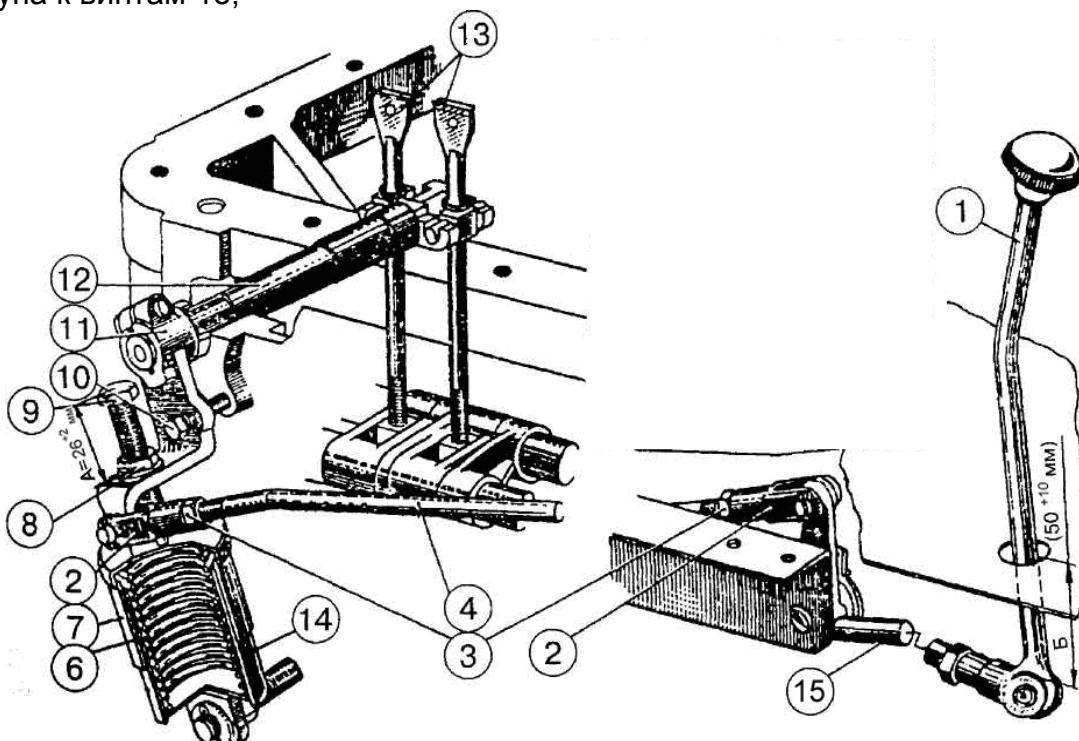
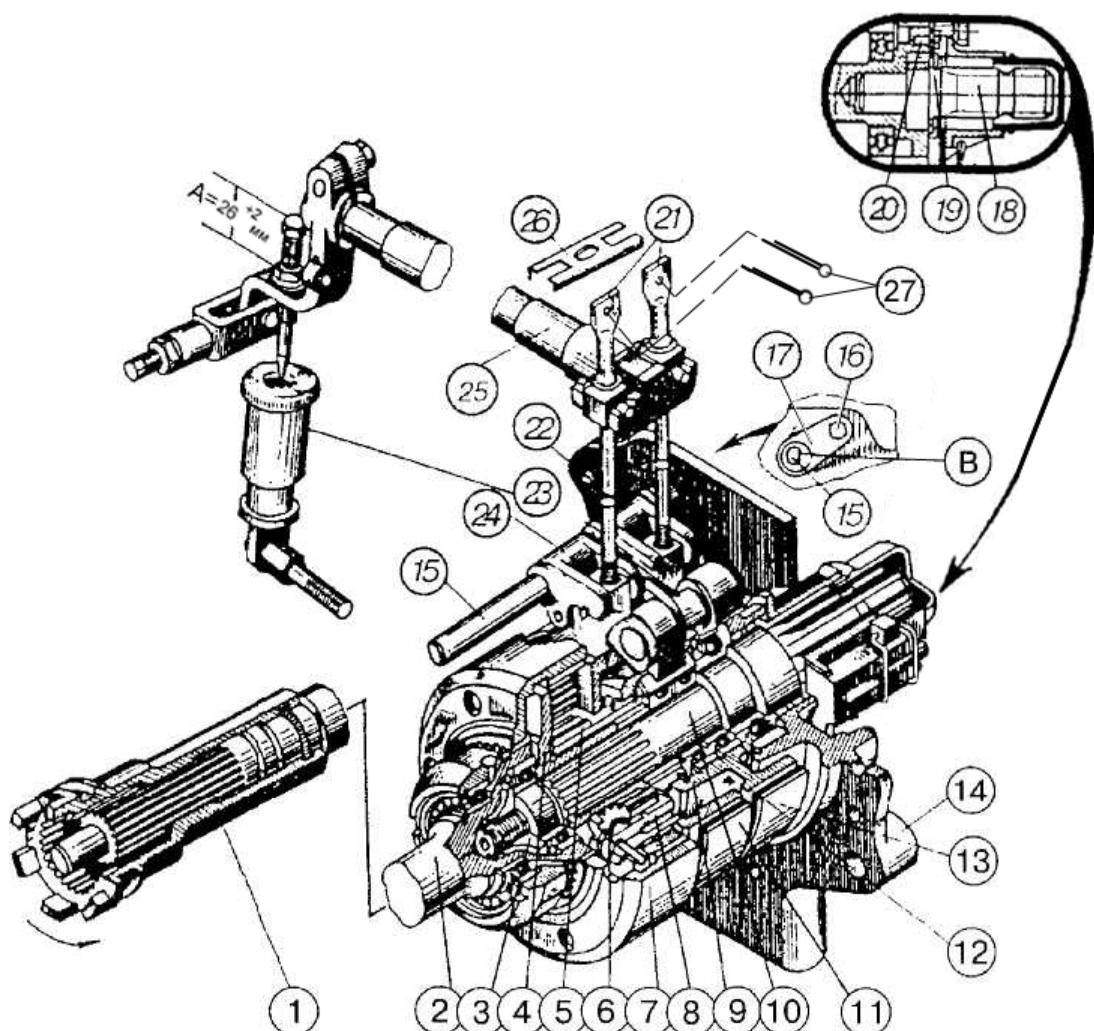

Рис. 1 Управление задним ВОМ:
Рис. 2 Планетарный редуктор заднего ВОМ:
1. Установите эксцентриковую ось 15 в исходное положение, чтобы лыска "В" (рис. 2) находилась справа вертикально и зафиксируйте стопорящей пластиной 17 и болтом 16;
2. Отсоедините тягу 4 (рис. 1);
6. Снимите стопорную пластину 26 (рис. 2), заверните поочередно регулировочные винты 21 крутящим моментом от 8 до 10 Н·м, затем отверните каждый винт на два оборота, при этом довернуть винты так, чтобы головки винтов располагались параллельно продольной оси трактора;
10. Установите тягу 4 (рис. 1), изменяя длины тяг 4 и 15 установите зону качания рычага 1 в средней части прорези пульта управления, при этом отрегулируйте размер Б (50^{+10} мм). После окончания регулировки установите на регулировочные винты 21 стопорную пластину 26 и шплинты 27 (рис. 2), крышку люка заднего моста, законтрите тяги 4 и 15 (рис. 1), а также болт 9 гайками 3 и 8.
После нескольких наружных регулировок эксцентриковая ось 15 (рис. 2) может занять крайнее левое положение (лыска "В" станет вертикально слева), что указывает на израсходование запаса внешней регулировки. В этом случае эксцентриковую ось поворотом против часовой стрелки установите в исходное положение (лыска справа вертикально), после чего выполните регулировочные операции, как описано выше (при сборке на заводе или после ремонта ВОМ).
При правильно выполненной регулировке рычаг 1 (рис. 1) в положении "включено" или "выключено" должен не доходить не менее, чем 30 мм до края прорези пульта управления и четко переходить через нейтральное положение.
На некоторых партиях тракторов возможно отсутствие механизма внешней подрегулировки управления ВОМ (поз. 15,16,17 рис. 2). В этом случае регулировку производите, как указано выше для регулировки управления ВОМ после ремонта или при сборке на заводе. На тракторах с малогабаритной кабиной размер "Б" составляет 50-60 мм. Эффективность тормозов ВОМ, отсутствие буксования зависит только от пружинного механизма, в первую очередь от наличия свободных зон для работы его и связанных с ним рычагов. Буксование ВОМ означает, что пружинный механизм или рычаги встречают дополнительное сопротивление при их перемещении вследствии отсутствия смазки в шарнирах, повышенного загрязнения, упирания (касания) в соседние детали трактора и пр.